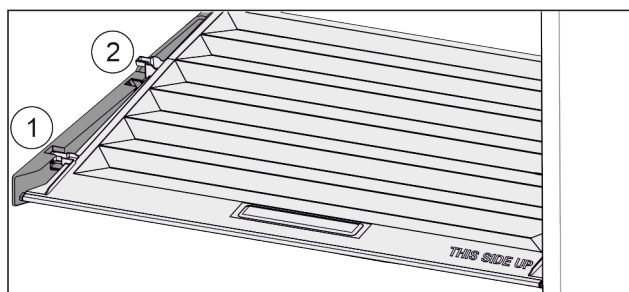

Fig. 53
- Tirare in avanti il coperchio fino all'apertura nei fermi Fig. 53 (1).
- Sollevare posteriormente dal basso e togliere verso l'alto Fig. 53 (2).